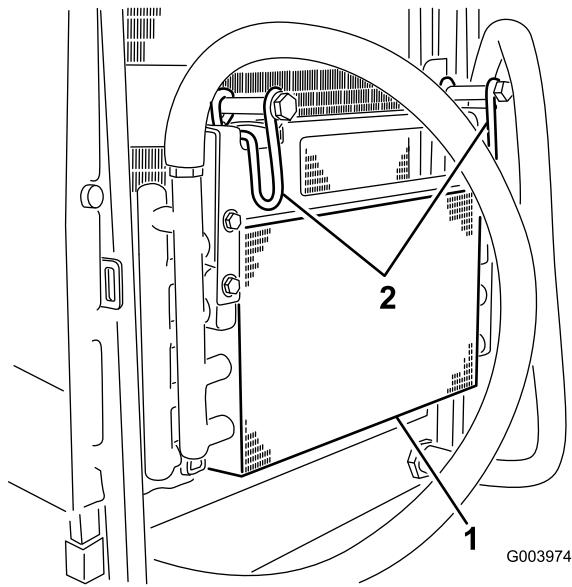

Figure 69
5. Pivotez les verrous vers l'intérieur pour dégager le refroidisseur d'huile (Figure 69).